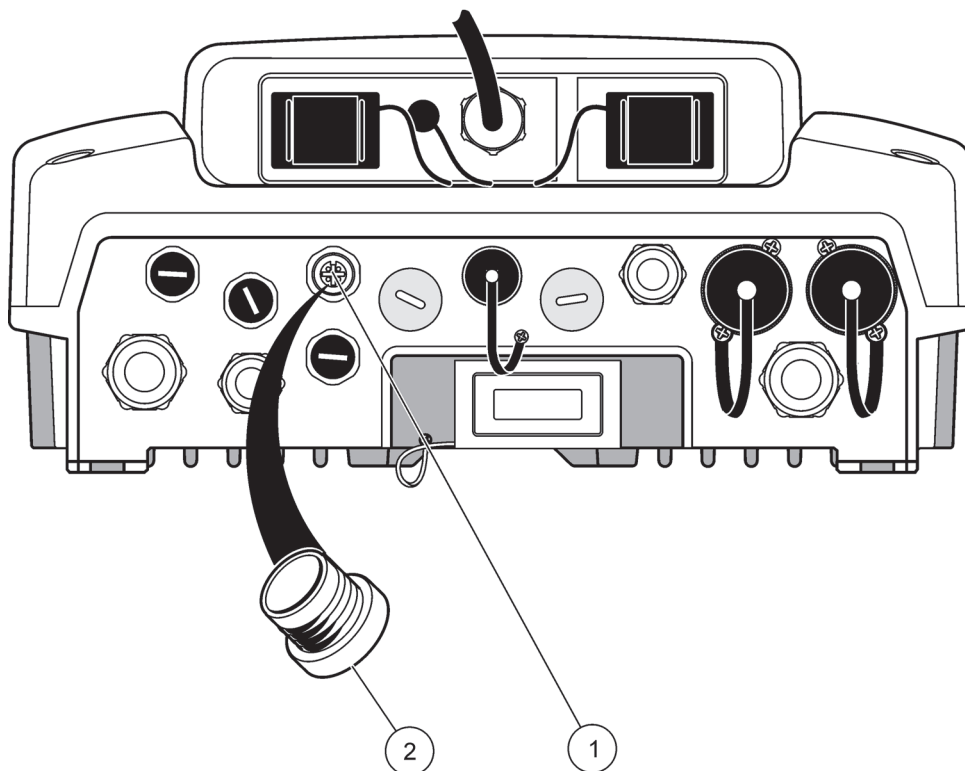

Рисунок 34 Снятие защитной крышки
1. Открутите винты защитной крышки на гнезде контроллера (Рисунок 34). Сохраните защитную крышку. После отключения датчика установите защитную крышку на место.